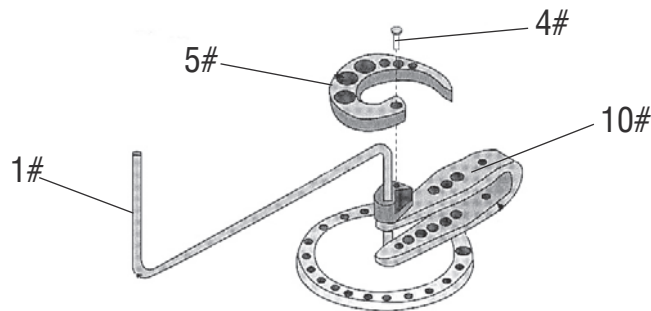

Figure 2
2. Attach the Scroll Die (5#) to the Handle/Inner Die Assembly (1#) using the Scroll Die Pin (4#) as shown in **Figure 2**.